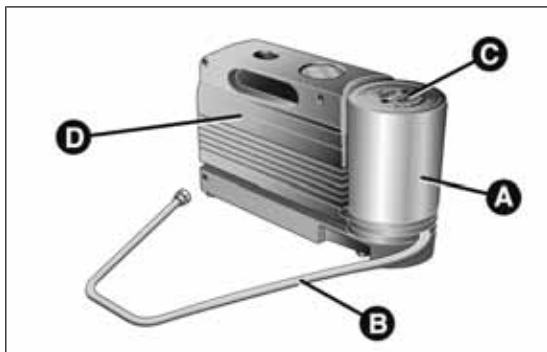

fig. 164
- ☐ una bombona A fig. 164 con líquido sellante, con: